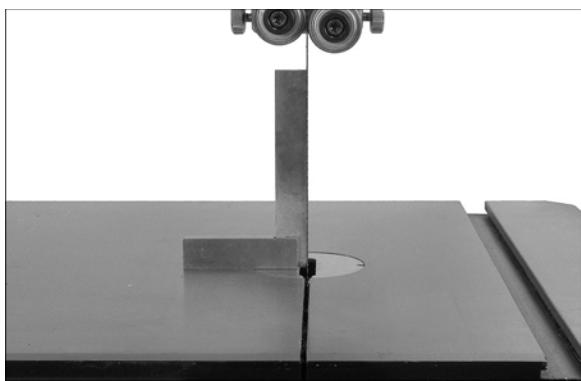

Рис. 17.
- Положите на стол угольник, установив его вплотную к пильному полотну, чтобы проверить, что угол между столом и полотном составляет 90° . См. Рис. 17. Не надавливайте угольником на пильное полотно.